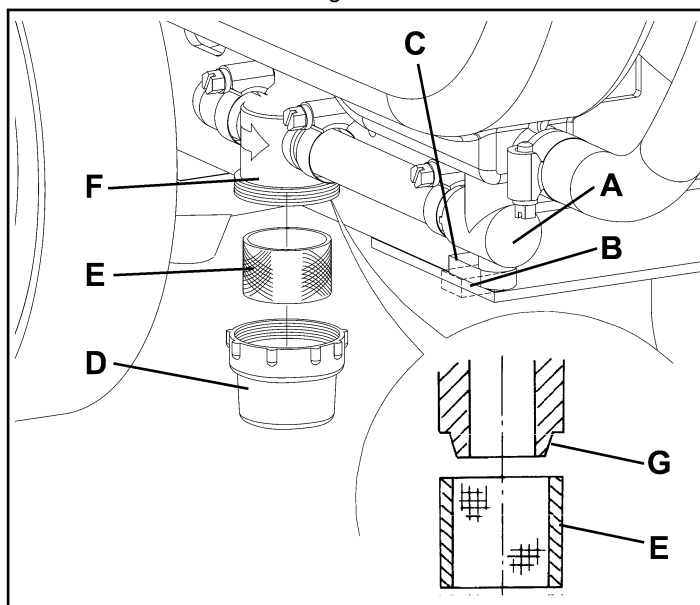

Figure 31
3. Fermer le robinet de la solution / eau propre (A, Fig. 31) situé dessous la machine, derrière la roue arrière droite. Le robinet (A) est fermé quand il se trouve dans la position (B) par rapport aux tuyaux ; il est ouvert quand il se trouve dans la position (C).
4. Déposer le couvercle transparent (D), puis déposer le filet filtrant (E). Les nettoyer et les reposer sur le support (F).